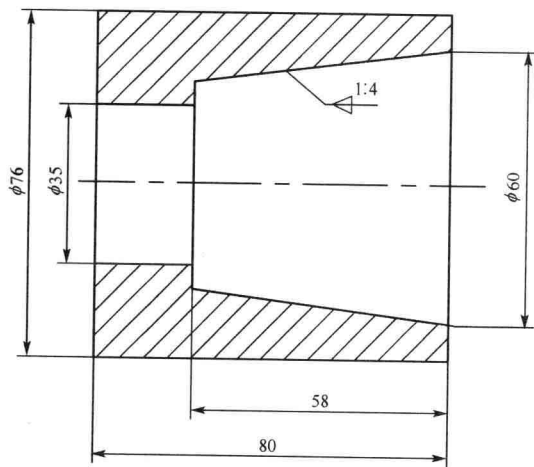

图 1-16 内腔切削 (一)
- 3) 图 1-16 编程为保证轮廓尺寸, 锥度孔应适当延伸。示意图如下。